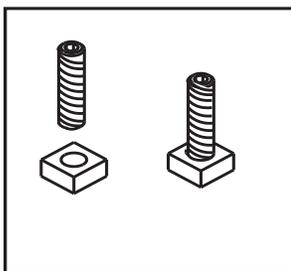

Figure 17.1
1. Vissez les boulons Allen dans les écrous jusqu'à ce qu'ils soient à ras. **Figure 17.1.** Les boulons Allen et les écrous sont inclus dans l'ensemble de composants placé à l'intérieur de la boîte à feu de l'appareil.